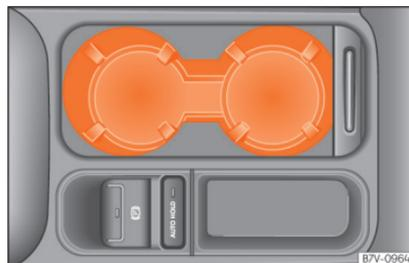

Abb. 193 In der Mittelkonsole vorn: Getränkehalter.
- Zum Öffnen Abdeckung nach hinten schieben »» **Abb. 193**.